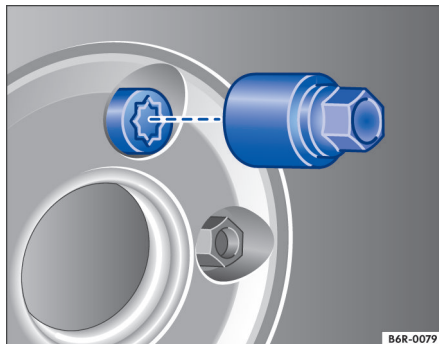

Fig. 202 Cambiar una rueda: tornillo de rueda antirrobo y adaptador.
2. Introduzca el adaptador en el tornillo antirrobo hasta el tope → fig. 202.
3. Encaje la llave de rueda en el adaptador hasta el tope → fig. 202.